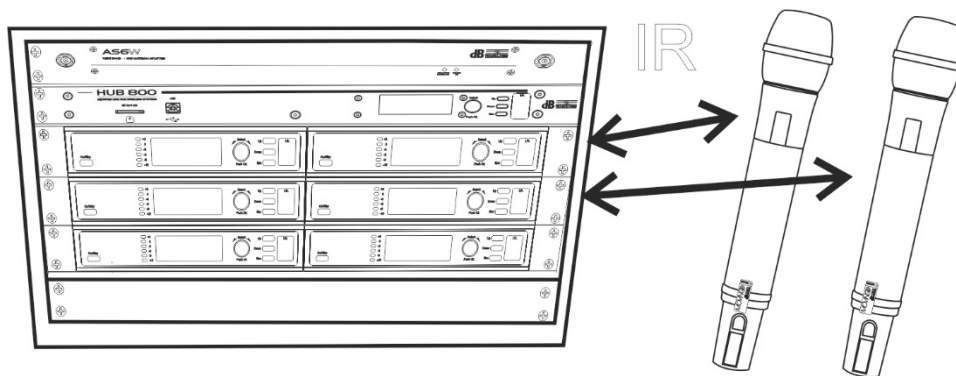

Abb. 5
- 5 Synchronisieren Sie die Empfänger Moving D und die Mikrofonkanäle, siehe Abb. 5. Für weitere Details beziehen Sie sich bitte auf die Betriebsanleitung MOVING D.